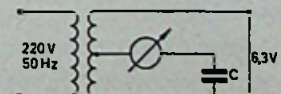

Fig.9
1. Tussen de middenaftakking van één van de uiteinden van een 6,3 V gloei-spanningswikkeling van een transformator sluit men in serie een mA-meter voor wisselstroom en een onbekende condensator C aan (zie fig. 9).